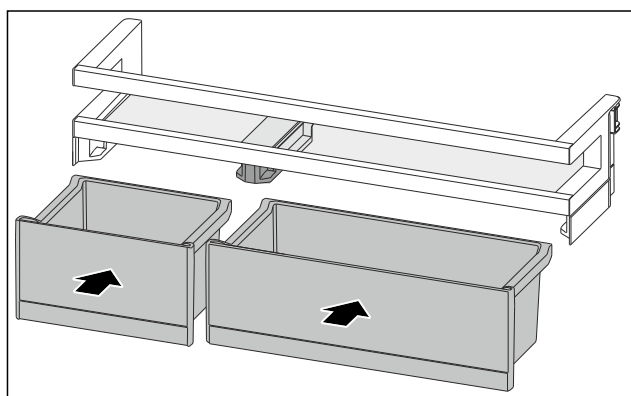

Fig. 131
- Installer les VarioBoxs dans l'agencement inverse. (voir Fig. 131)